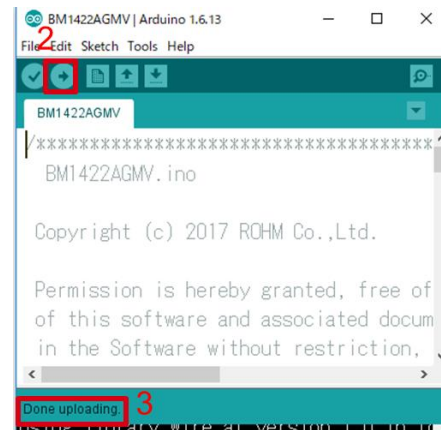

図 5 Upload 画面
2. 右矢印の Upload ボタンでプログラムの書き込み (図 5)
3. プログラムが正常に Upload できたか確認。赤枠部分のメッセージが"Done uploading"になっていることを確認 (図 5)